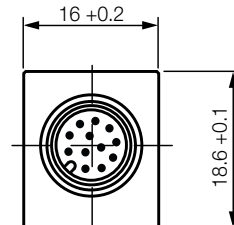
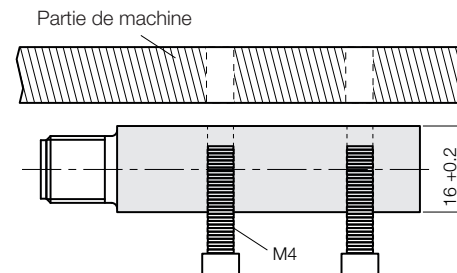
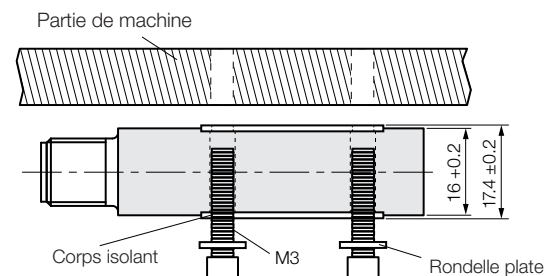

Fig 3-1 : BML SGA-..., structure
Fig 4-4 : Montage de la tête de capteur (sans corps isolant)
Fig 4-5 : Montage de la tête de capteur avec corps isolant
3. En tenant compte des distances et tolérances (voir chapitre 4.3.3, page 11 et chapitre 4.3.4, page 12) fixer la tête de capteur par son côté droit ou gauche à la partie de machine (voir Fig 3-1, page 7 et Fig 4-4 ou Fig 4-5).